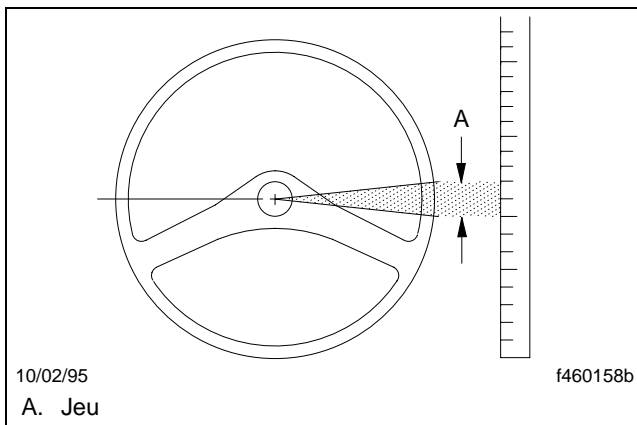

Fig. 11.10, Mesure du jeu au niveau du volant
20. Vérifiez le volant pour voir s'il a un jeu excessif. Placez les roues avant de sorte qu'elles soient orientées directement vers l'avant; tournez le volant jusqu'à ce que vous observiez un déplacement des roues avant. Alignez un point de référence sur une règle puis tournez lentement le volant dans la direction opposée jusqu'à ce que vous notiez un déplacement des roues avant. Mesurez le jeu au niveau du périmètre du volant. Consultez la **Fig. 11.10**.